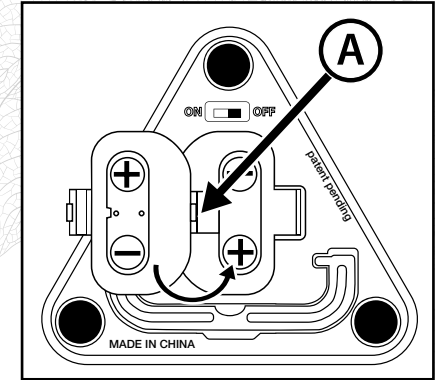
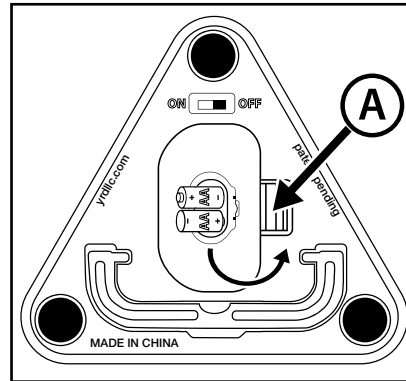

Abbildung 4
Abbildung 5
Schritt 4: Schließen Sie die Batteriefachtür (Abbildung 4 (A)). Die Batteriefachklappe hat eine Lasche, die in einen entsprechenden Schlitz passt. Schwingen und einrasten lassen (Abbildung 5 (A)).